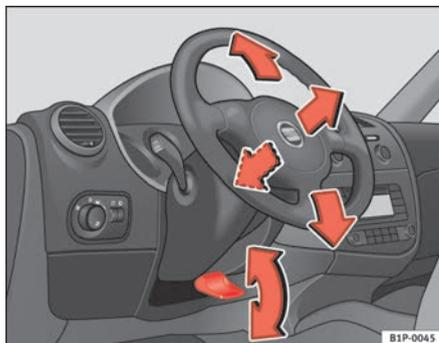

Fig. 113 Regolazione della posizione del volante
- Abbassare la leva ⇒ fig. 113 che si trova sotto il piantone dello sterzo ⇒ ⚠.